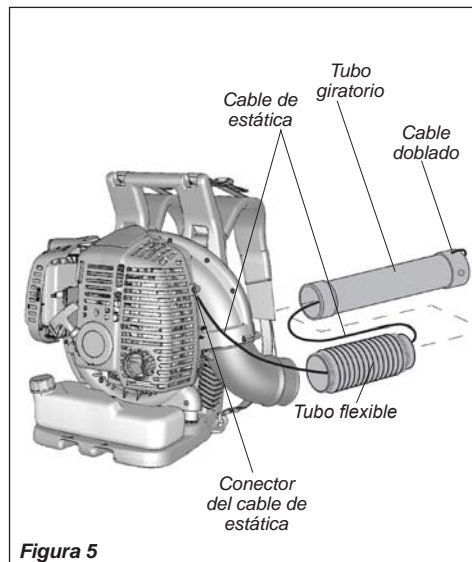

Figura 5
2. Extraiga el cable de estática del paquete y fije las boquillas a la izquierda del tornillo de la tapa del motor. Consulte la Figura 5.
7. Doble el extremo del cable de estática hacia atrás sobre la conexión del tubo giratorio. Consulte la Figura 5.